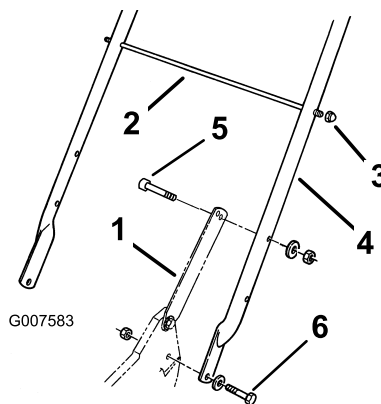

Рисунок 3
помощью двух болтов (5/16 x 1-1/4 дюйма), шайб и тонких контргаек (5/16 дюйма) (Рисунок 3).
2. Прикрепите защелки рукоятки к рукоятке с помощью двух болтов (5/16 x 1-1/2 дюйма), шайб и контргаек (5/16 дюйма) (Рисунок 3).
3. Вставьте опорный штырь мешка во второе отверстие из числа верхних монтажных отверстий в рукоятке и прикрепите каждый конец с помощью колпачковой контргайки (Рисунок 3).